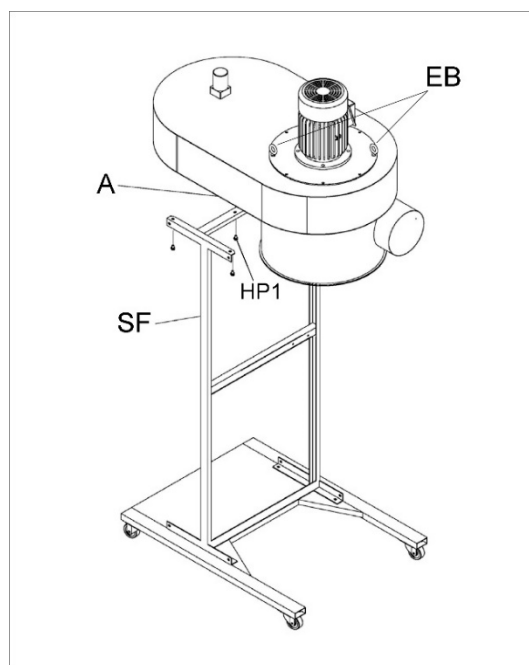

Рисунок 5
3. Используйте подъемник со стропами/крюками, закрепив их за рым-болты (EB, Рисунок 5), чтобы поднять основной узел.
4. Установите основной узел (A, рис. 5) на опорную раму (SF) и закрепите с помощью болтов (HP1).